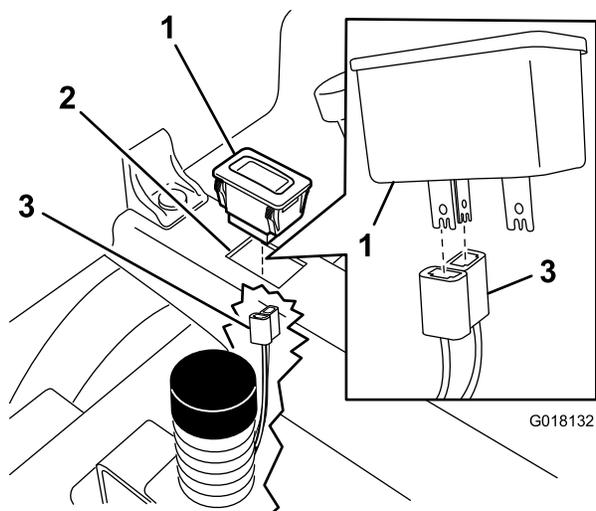

Bild 1
Hinweis: Stecken Sie die zwei vertikalen Phasen des Betriebsstundenzählers in die zwei Schlitze im Betriebsstundenzähleranschluss, wie in Bild 1 dargestellt.
5. Bauen Sie den Betriebsstundenzähler im Ausschnitt ein (Bild 1).